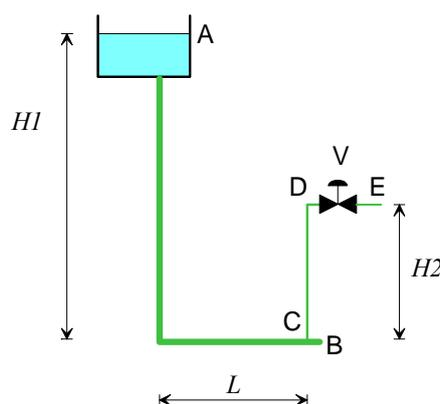

Figura 1
Lo schema di figura 1 rappresenta in maniera semplificata e fuori scala l'impianto di alimentazione di un'abitazione tramite l'acquedotto cittadino. Si suppone per semplicità che non vi siano al momento altri utenti collegati alla condotta principale e che il sistema sia in condizioni stazionarie. Il fluido è acqua alla temperatura di  $21 \text{ °C}$  (densità  $\rho = 997 \text{ kg/m}^3$ , viscosità dinamica  $\mu = 0.978 \times 10^{-3} \text{ Pa s}$ ). Il sistema è a regime, e la pressione in A ed E è pari a quella atmosferica. Sono noti inoltre i seguenti dati:
- quote geometriche (vedi figura 1)  $H_1 = 30 \text{ m}$ ,  $H_2 = 12 \text{ m}$ ,  $L = 500 \text{ m}$ ; il tratto DE ha lunghezza trascurabile.